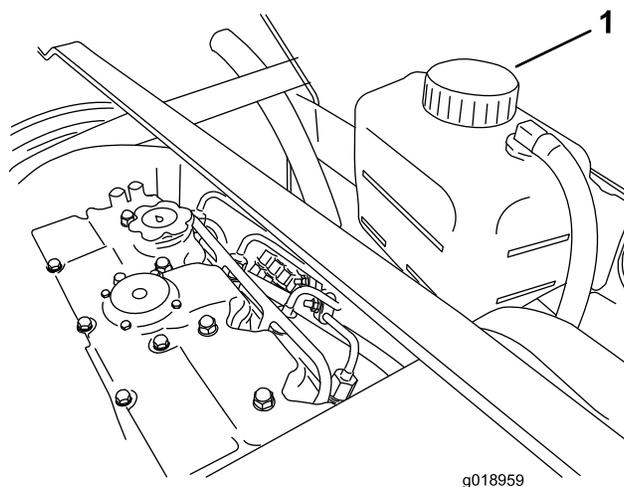

Figure 14
Le niveau de liquide de refroidissement doit atteindre le repère supérieur sur le vase d'expansion (Figure 14).
1. Enlevez le bouchon de remplissage du vase d'expansion (Figure 14).